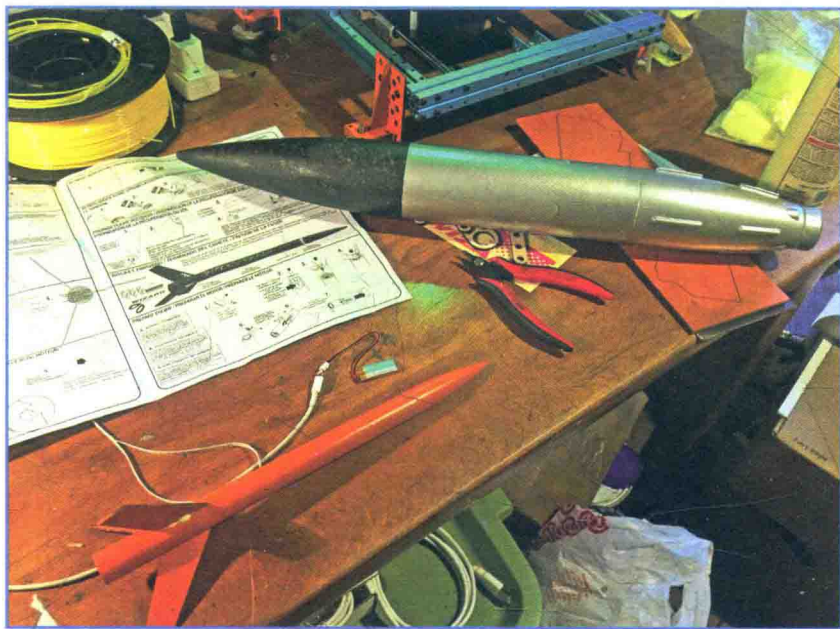

图 5.13 组装火箭，然后上漆！
1. **制作火箭。**根据 V2 型火箭所带的说明书，按照平常的方法组装和上漆。可以在图 5.13 中看到制作中的火箭。